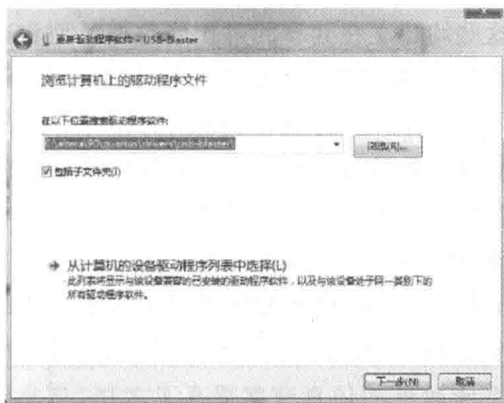
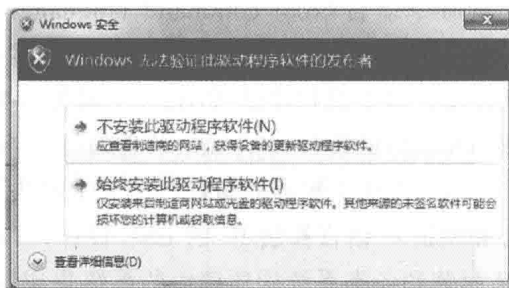

图 2-19 找到驱动程序所在安装目录
图 2-20 点击“始终安装此驱动程序软件”
(5) 要找到驱动程序所在安装目录，可根据计算机的情况选择，一般驱动程序在 Quartus 安装文件路径下，即 C:\altera\90\quartus\drivers\usb-blaster，如图 2-19 所示。点击“下一步”按钮，在弹出的“Windows 安全”对话框中选择“始终安装此驱动程序软件”，如图 2-20 所示。